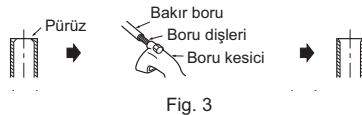

Fig. 3
- 2) Boru kesitindeki pürüzleri tamamen giderin. (Fig. 3)